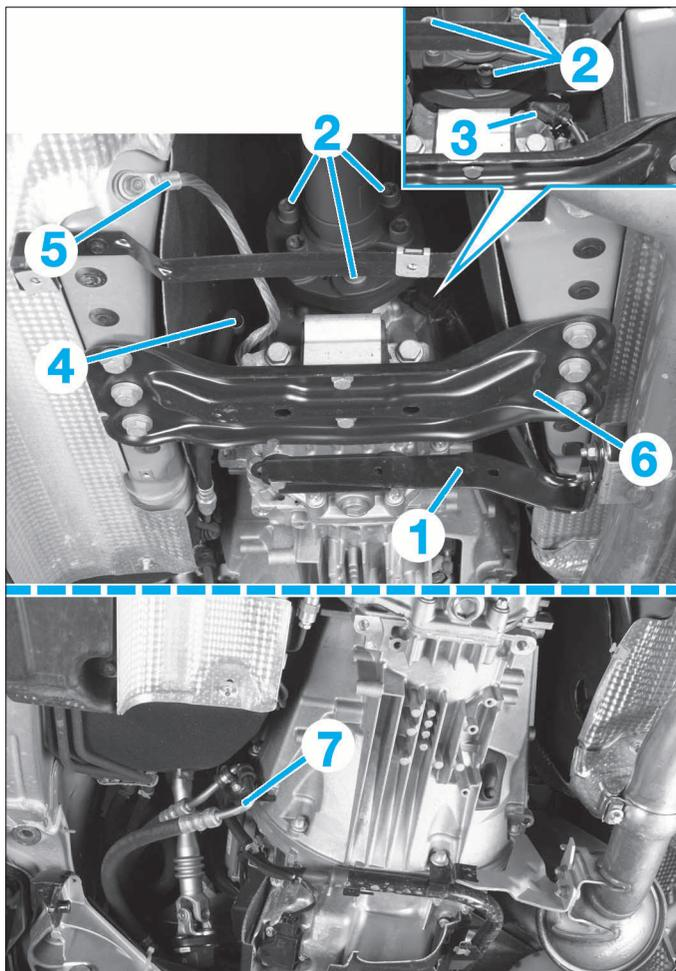

FIG. 3
- le support d'échappement (1) (Fig.3).
- les vis d'accouplement (2) de l'arbre de transmission sur la boîte de vitesses
- Déconnecter le connecteur de feux de recul (3) (Fig.3).
- les vis (3).
- le support de boîte (4),
- le raidisseur (5),
- le support (6).
- les vis d'accouplement (2) (Fig.3) de l'arbre de transmission sur la boîte de vitesses.